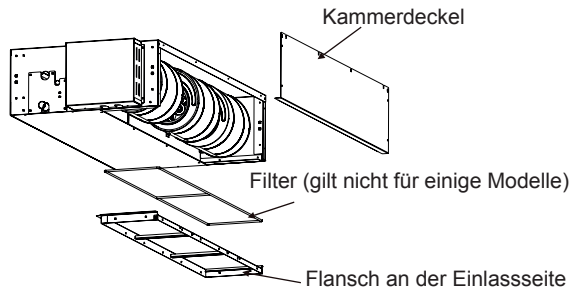

Abb. 3.1.4
- 2 Bringen Sie den abgenommenen Kammerdeckel in der in Abb. 3.1.4 gezeigten Richtung wieder an.